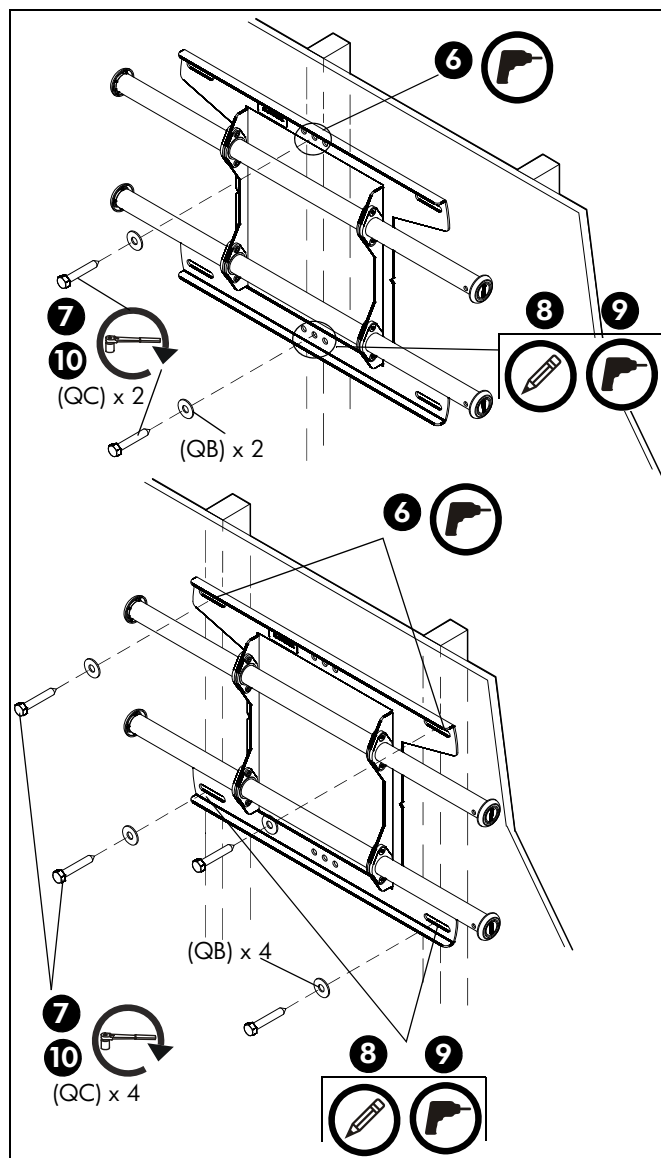

рис. 3
7. С помощью двух болтов 5/16 x 2-1/2" (QC) и двух плоских шайб 5/16" (QB) [один болт и одна шайба для монтажа на одну стойку] прикрепите верхнюю часть крепления к стене. (См. рис. 3)
8. Отметьте точки размещения нижних монтажных отверстий и убедитесь в том, что эти точки расположены на стойках каркаса. (См. рис. 3)
9. Просверлите направляющие отверстия диаметром 5,5 мм в местах, отмеченных для нижних монтажных отверстий. (См. рис. 3)
10. С помощью двух болтов 5/16 x 2-1/2" (QC) и двух плоских шайб 5/16" (QB) [один болт и одна шайба для монтажа на одну стойку] прикрепите крепления к стене через нижние монтажные отверстия. (См. рис. 3)